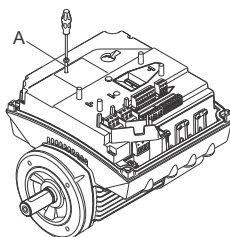

Рис. 61 Снятие крепёжного винта
3. Открутите крепёжный винт (рис. 61, А).
- Установите и закрутите крепёжный винт (рис. 61, А) до 1,3 Нм.